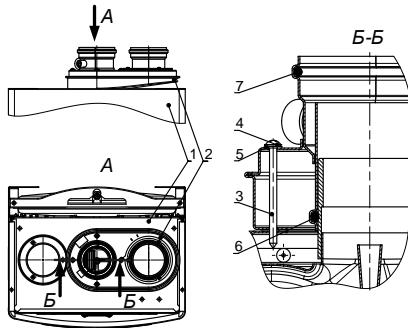

Рис. 9. Схема установки разделителя каналов
- 3) убедиться в наличии уплотнительного кольца 6 (в месте присоединения втулки вентилятора) перед установкой разделителя на котёл (см. Рис. 9);